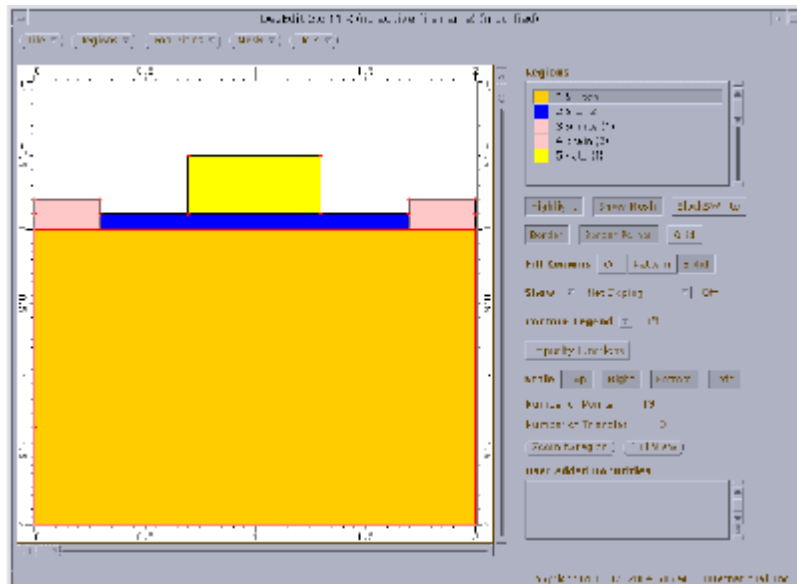

图 6.8 多晶硅栅极区
- 8.单击 Apply.将看到多晶硅栅极区,如图 6.8 所示.